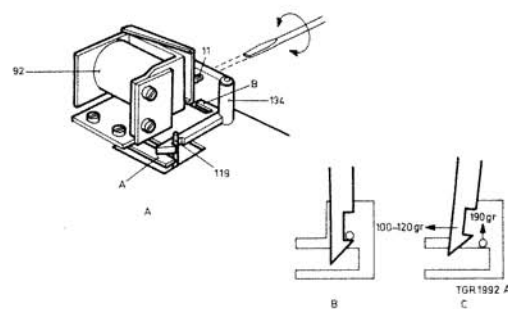

Fig. 21
Controle van de ingrijpkracht van het tandwiel op poelie pos.121 in de grote commandoschijf pos.71, zie fig.21
Instelling vanghaak pos.134, zie fig.21